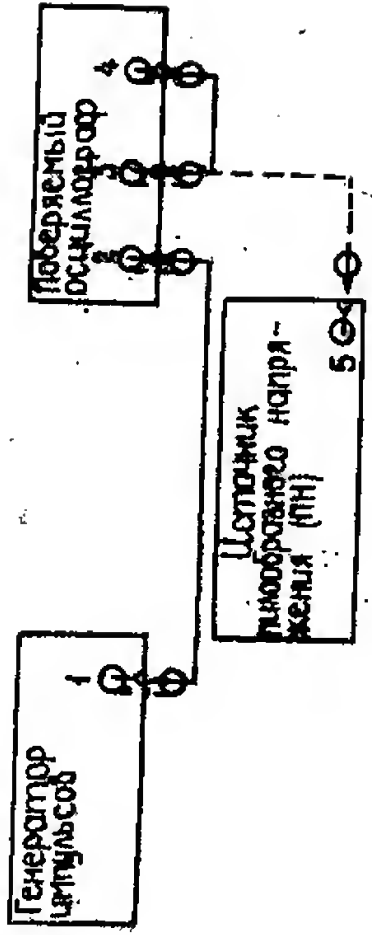

Рис. 18.
14.3.3.1. б) Ширину линии луча в горизонтальном направлении определяют методом косвенного измерения при помощи генератора импульсов Г5-75 и источника пилообразного напряжения (рис. 18).